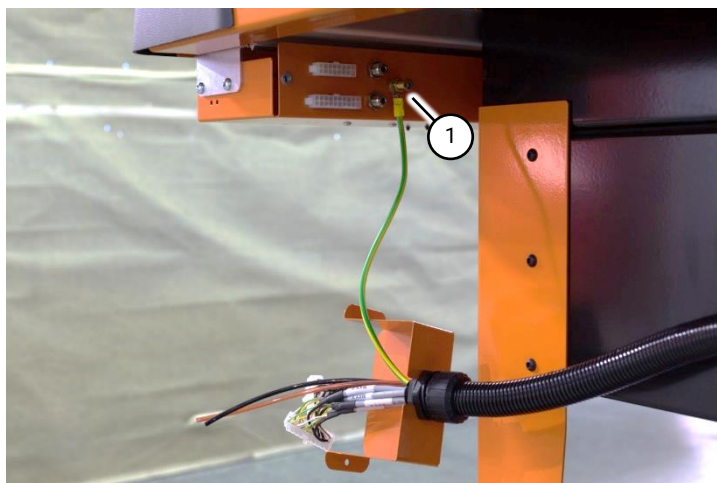

Fig 16 Raccordement à la terre
1.1 Raccorder le fil de terre au goujon en laiton (Fig 16 (1)).